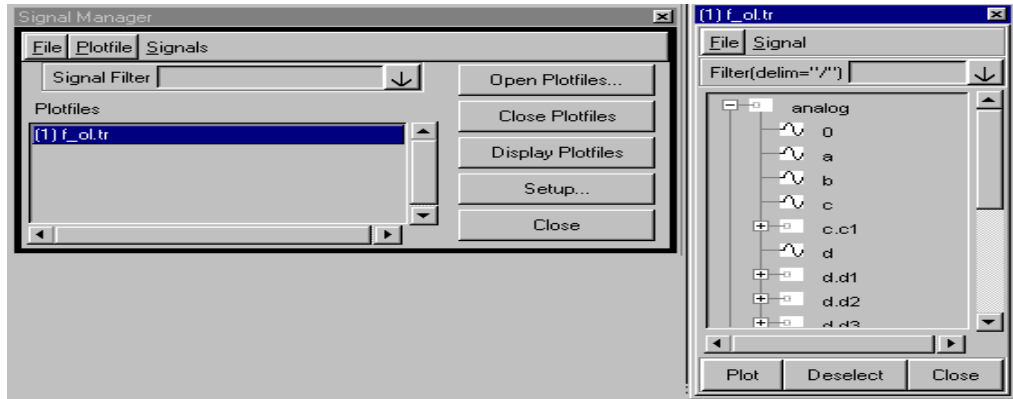

图 12
- 2) 执行以上操作后，在信号管理器的 **Plotfiles** 栏会出现你所选上的文件，并弹出该文件中的所有信号，如图 12 所示：